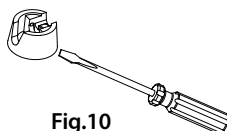

Fig.10
2. Necesitará un destornillador para desmontar la tapa verde del barril Heineken (fig. 10).